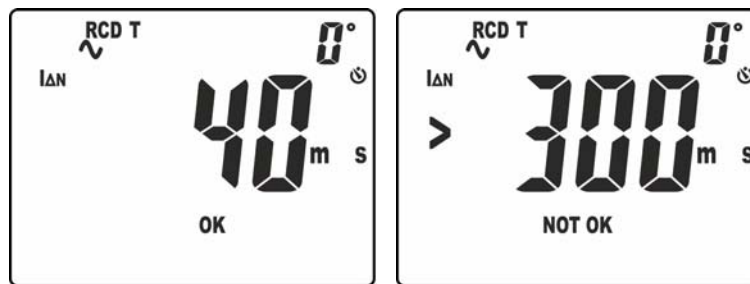

Fig. 35: Tiempo de intervención en modo manual a  $I_{\Delta n}$
10. El resultado de la medida correcto se muestra en pantalla (ver Fig. 35 – parte izquierda) con indicación “OK”
11. El resultado de la medida incorrecto se muestra en pantalla (ver Fig. 35 – parte derecha) con indicación “NOT OK”. Un breve sonido continuo se emite en el instrumento